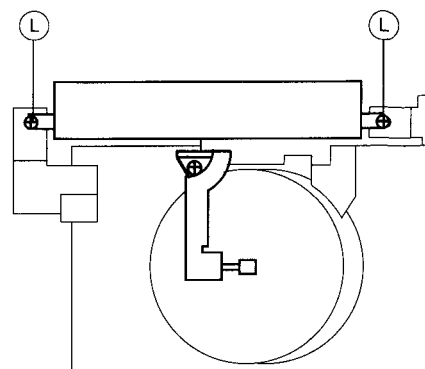

Fig. 10
- Schrauben (L) herausdrehen und Kopfverstärker nach oben herausziehen (Fig. 10).
- Undo the screws (L) and lift the Video Head Amplifier upwards to remove it (Fig. 10).